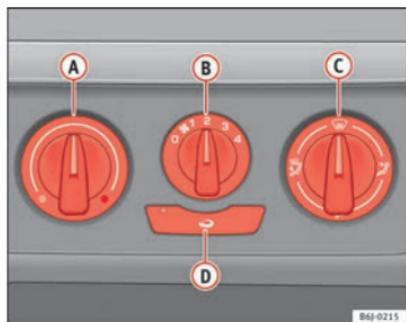

Fig. 90 Sulla plancia portastrumenti: i comandi del riscaldamento
- I comandi **A** e **C** e la manopola **B** ⇒ fig. 90 servono a regolare la temperatura, ad indirizzare il flusso d'aria e a selezionare il livello di potenza del ventilatore.